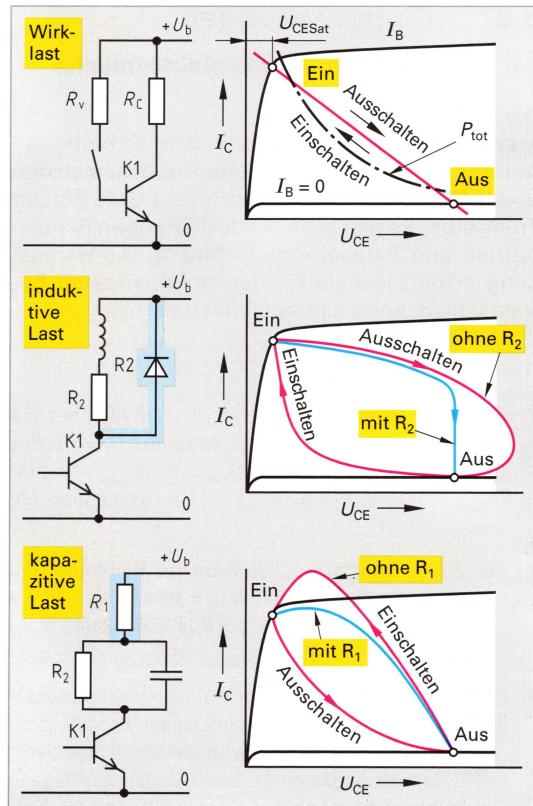

Bild 1: Schaltverhalten eines Transistors
- Ein Transistor schaltet eine kapazitive Last von $C = 1 \mu\text{F}$ (**Schaltung Bild 1, unten**). Der Einschaltstrom beträgt im Einschaltmoment 130 mA, danach sinkt er auf 65 mA ab. Berechnen Sie bei $U_b = 20 \text{ V}$ und $U_{\text{CESat}} = 0,5 \text{ V}$ a) den Widerstand R_1 und R_2 . b) Wie lange dauert es, bis der Kondensator nach dem Ausschalten vollständig entladen ist?